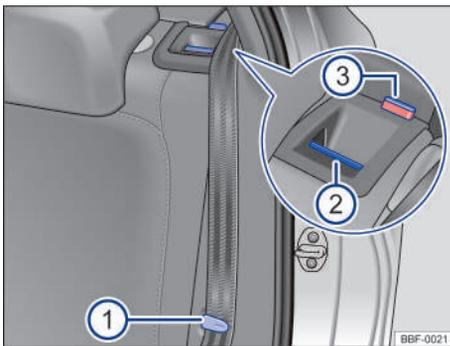

Fig. 64 En el respaldo del asiento trasero: tecla de desbloqueo.
- Encajar las bandas de los cinturones en los respectivos alojamientos en la guarnecido lateral → **fig. 64** ⓘ
- Tirar de la tecla de desbloqueo → **fig. 64** ⓘ hacia adelante y, al mismo tiempo, rebatir el respaldo del asiento trasero hacia adelante.
- La parte de respaldo del asiento trasero estará desbloqueada cuando la marca roja → **fig. 64** ⓘ sea visible.
- La marca roja → **fig. 64** ⓘ ya no puede ser visible.